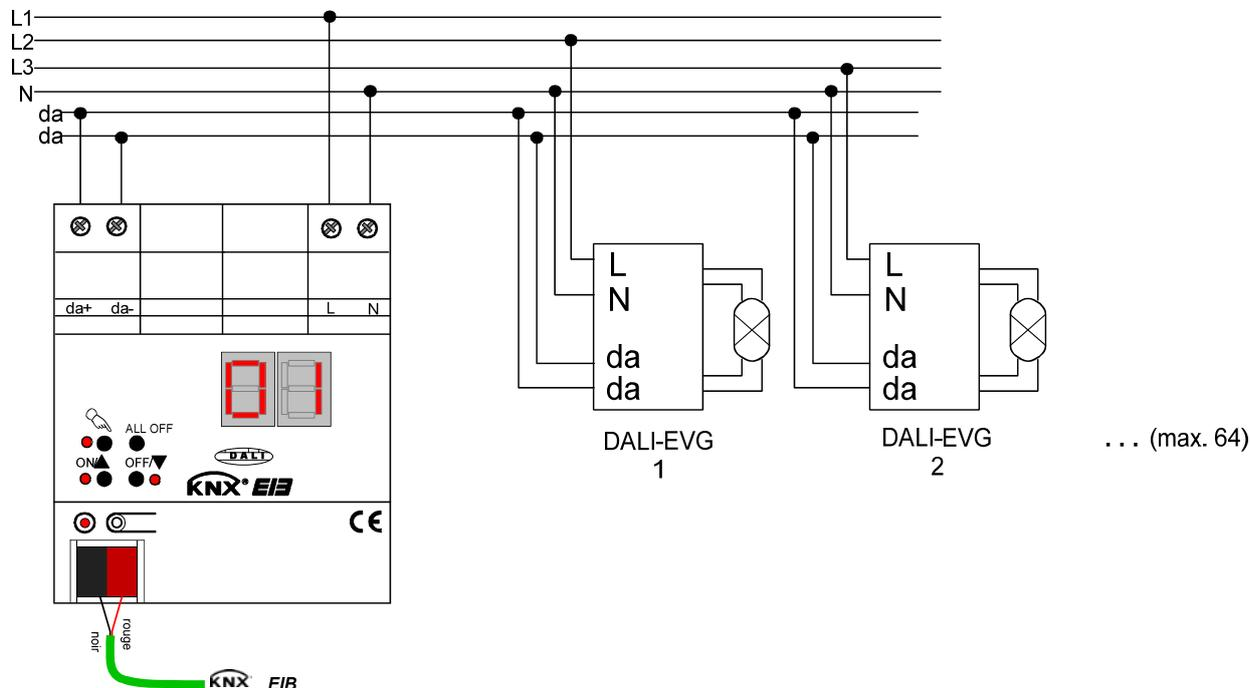

Fig. 1: Raccordement électrique de la tension de réseau et de l'interface DALI
- Effectuer le raccordement de l'alimentation en tension de réseau et du système DALI selon la Fig. 1 (exemple de raccordement).